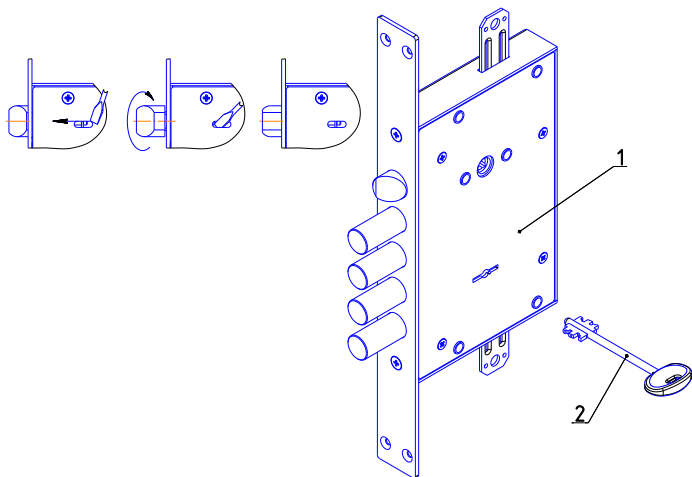

Рис.1
Комплектность замка приведена в таблице и показана на рис. 1.
- 4.1. Внешний вид и установочные размеры замка показаны на рис.1, 2.
5.2. Установить при необходимости защелку в соответствующее положение для правой или левой двери путем ее выдвигения из корпуса отверткой через паз в крышке замка и разворота на 180° вокруг своей оси (см. рис.1).